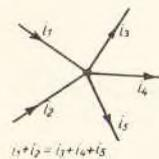

Bild 9.
1. Die Summe der einem Knotenpunkt zufließenden Ströme ist gleich der Summe der wegfließenden Ströme (Bild 9).